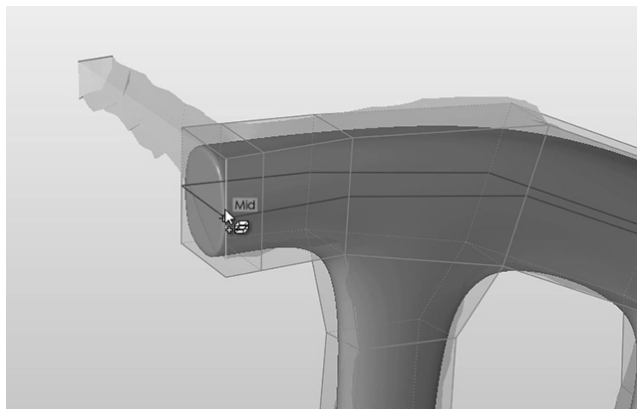

图 15-20
4) 创建另一个垂直于第一个循环的循环，如图 15-20 所示。请注意，该操作已创建多个较小的面。